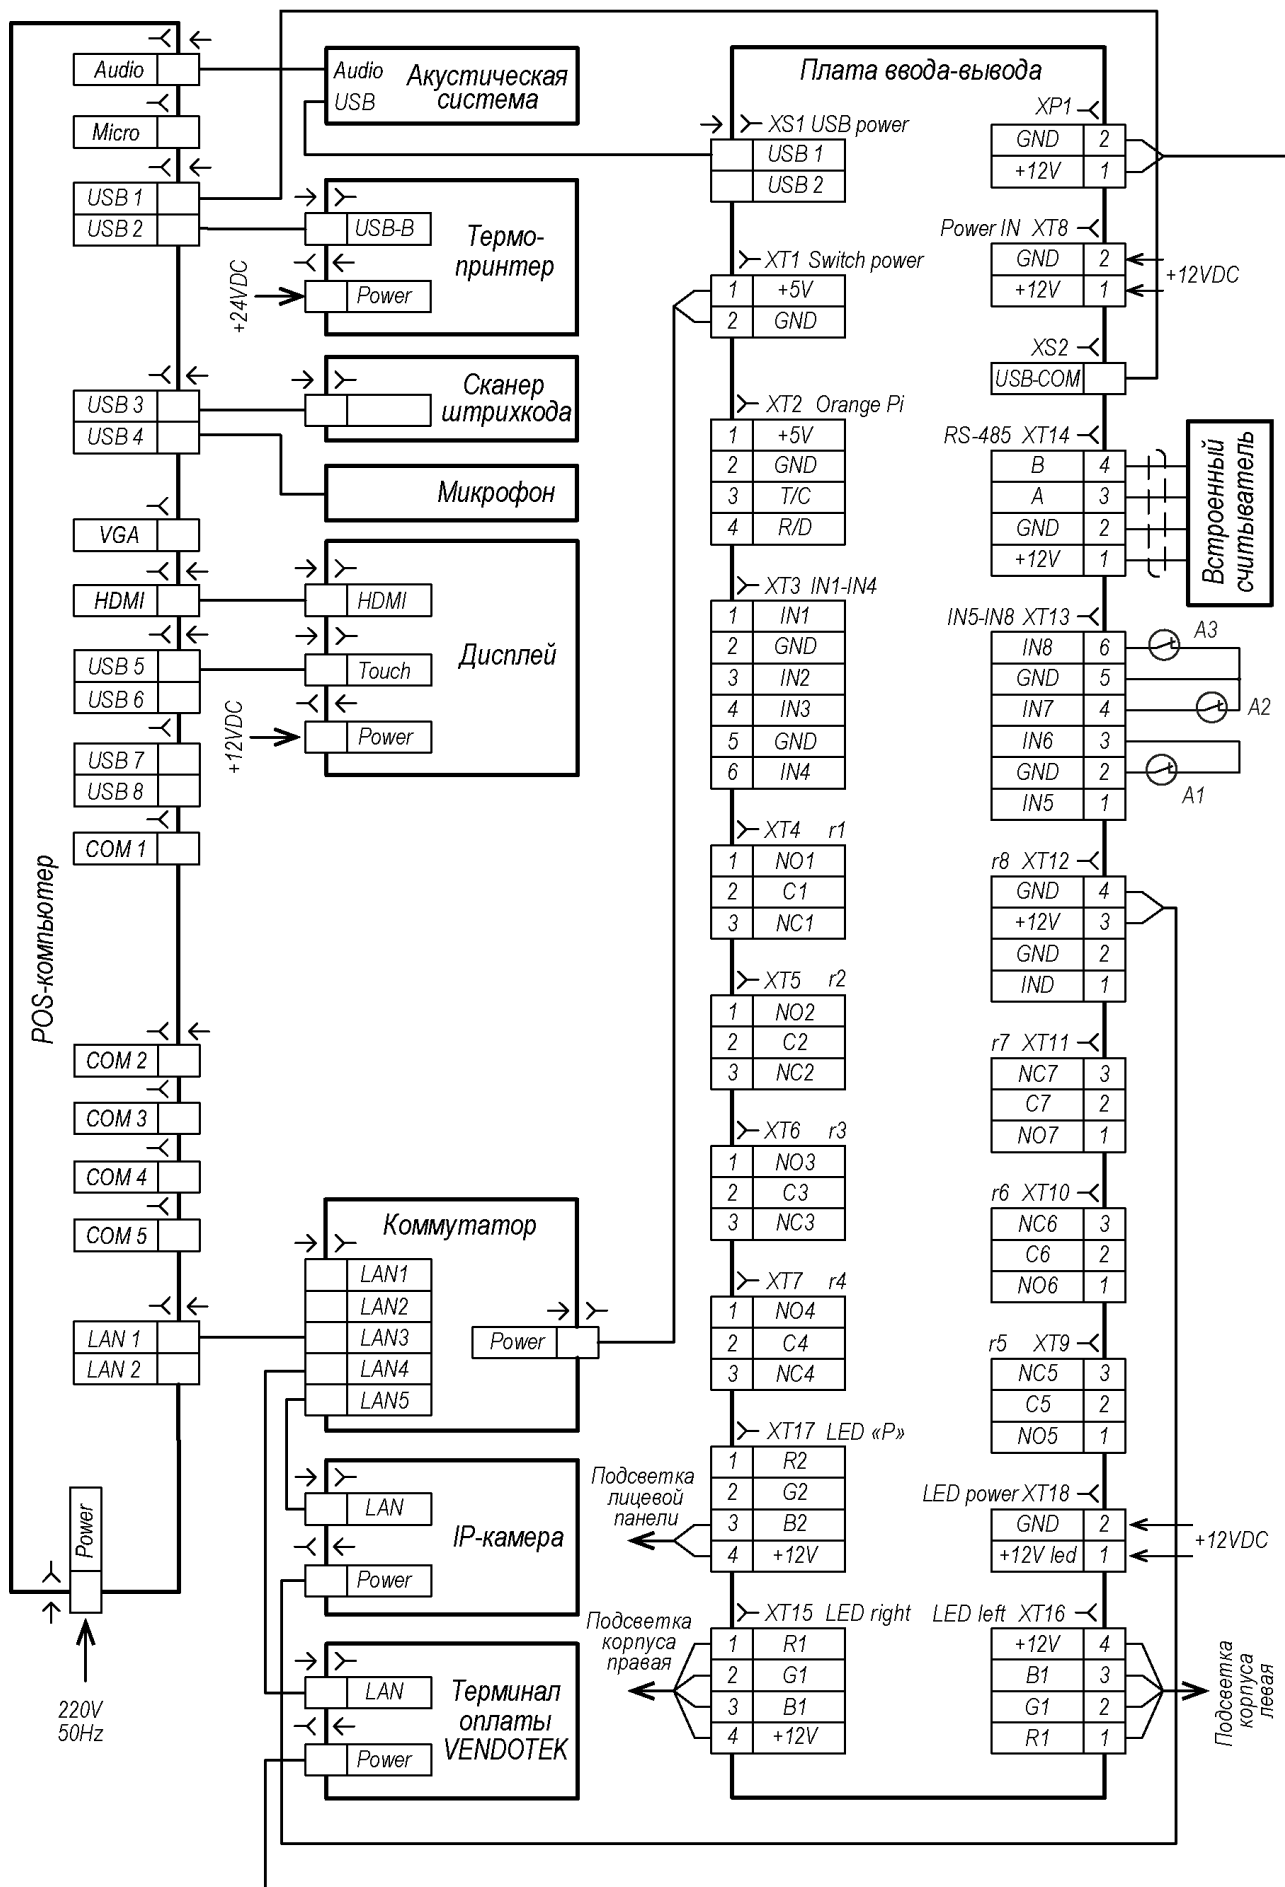

Рисунок 3. Схема подключения POS-компьютера и платы ввода-вывода
Внутри паркомата установлен POS-компьютер, к которому через разъем **XS2** подключается плата ввода-вывода. Схема разъемов POS-компьютера и платы ввода-вывода представлена на рис. 3. Описание разъемов POS-компьютера и контактов клеммных колодок платы ввода-вывода приведено в табл. 1.
Содержание монтажных операций дано с учетом рекомендаций, приведенных в разд. 8.1. Оборудование и инструменты, необходимые при монтаже, перечислены в разд. 8.2. Номера позиций указаны в соответствии с рис. 1, 2. Расположение клеммных колодок на плате ввода-вывода (15) паркомата и схема подключения показаны на рис. 3, назначение контактов клеммных колодок указано в табл. 1. Используемые при подключении типы кабелей указаны в табл. 2.